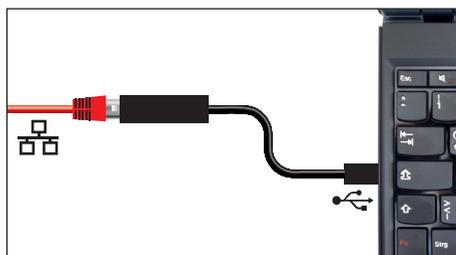

Fig. 8 Convertitore Ethernet USB
- ▶ Convertitore Ethernet USB (Fig. 8). In questo modo è possibile collegare la porta Ethernet dell'apparecchio (v. pag.13) con la porta USB di un PC/portatile.